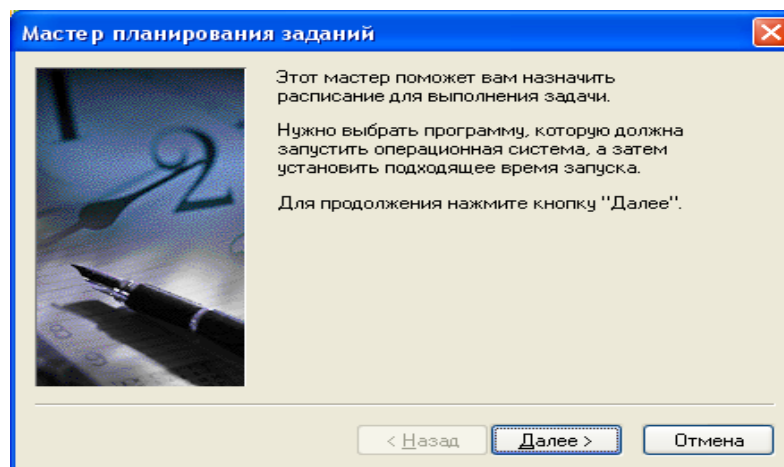

Рис. 30.
2) Дважды щелкните на элементе **Добавить задание**. Запустится **Мастер планирования заданий** (рис. 30).